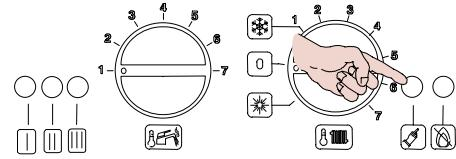

рисунок 8.3
- Держать нажатой кнопку перезапуска бойлера рисунок 8.3 в течение около 10 секунд, начнёт мигать индикаторная лампа блокирования.